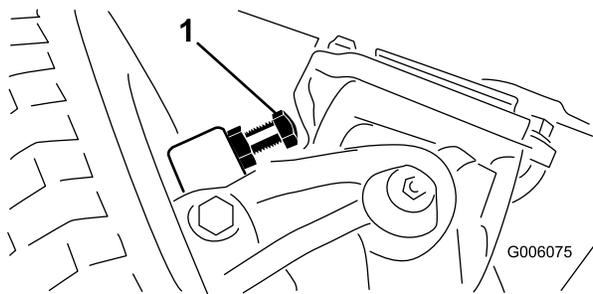

図 60
1. すきまが、2.286 mm になるよう、ボルトを締め込み、あるいはゆるめて調整します (図 60)。